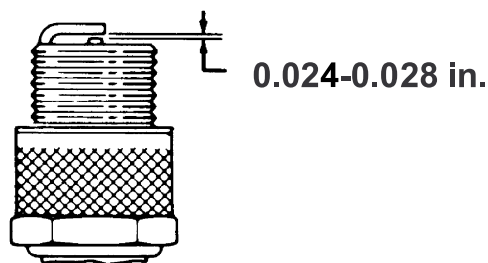

図 31
3. 取り付け前にもう一度エアギャップを確認する（図 31）。